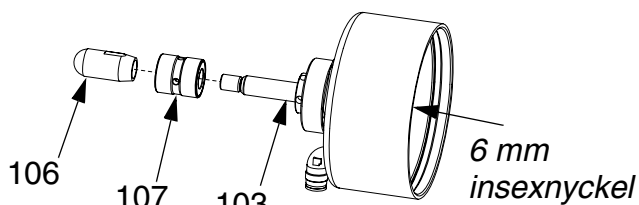

FIG. 9
6. Applicera fett på kolvstången och installera u-tätningpatronen (107) mot lufthuset (102), med u-tätningarnas öppning riktad bort från luftsektionen. Se FIG. 9.
7. Torka bort fett från kolvstångens gängor. Applicera lila anaerobiskt lim (medföljer i reservdelssatset) på han- och hongängor, och installera sedan kulhuset (106). Dra åt till 40 ft-lbs (54 N•m). Se FIG. 9.